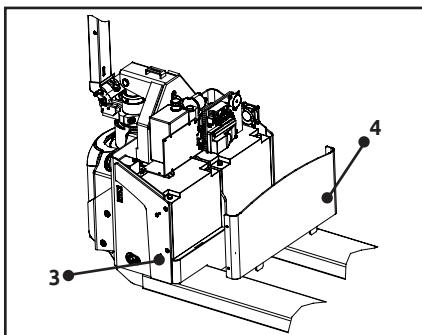

Figura 7
- ③ Aflojar el tornillo 3 y retirar la cubierta trasera 4. (Figura 7).